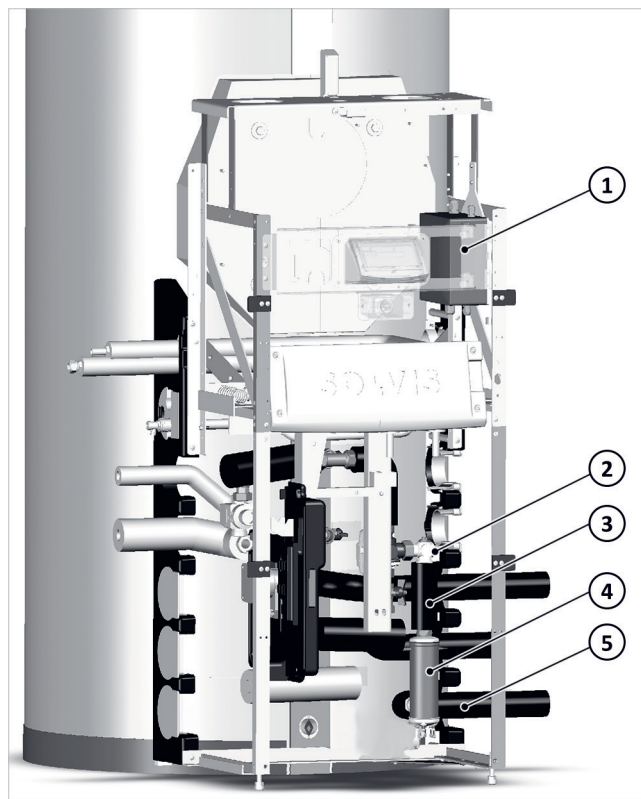

Fig. 9: Posición de los componentes en el módulo de carga
→ La *fig. 9* muestra la posición de la caja de conexión (1) y del cartucho calefactor (4) en el módulo de carga. Los tubos de conexión para el avance de la bomba de calor y de
1. Atornille la caja de conexión al módulo de carga, véase → *fig. 9 (1)*.